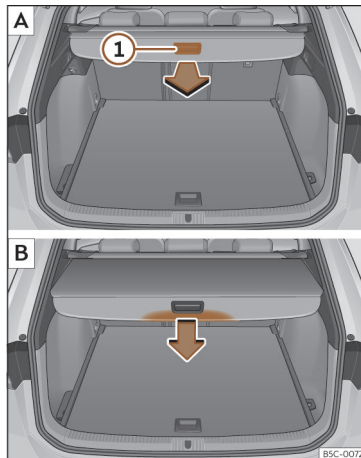

Fig. 119 Na bagageira: desenrolar e enrolar a chapeleira.
- Puxe uniformemente a chapeleira pela pega >>> **Fig. 119** ① [A] para trás e retire-a até ao limite até ouvir o som de encaixe.
- Pressione a pega da chapeleira no sentido da seta até desbloqueá-la >>> **Fig. 119** [B].